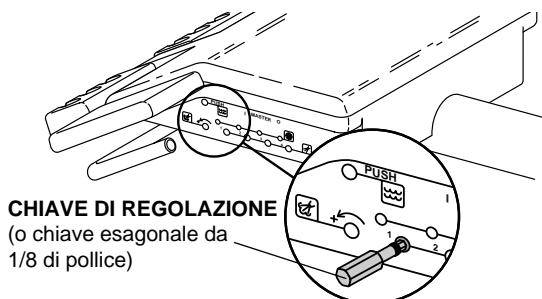

Figura 7. Controllo flusso acqua di raffreddamento
I controlli del flusso dell'acqua di raffreddamento vengono utilizzati per la regolazione del flusso dell'acqua di raffreddamento in **ciascun** manipolo (vedere la Figura 7).
Per eseguire questa regolazione, è necessario utilizzare una chiave di regolazione (vedere la Figura 7) oppure una chiave esagonale da 1/8 di pollice.
2. Individuare i controlli del flusso dell'acqua di raffreddamento (vedere la Figura 7).